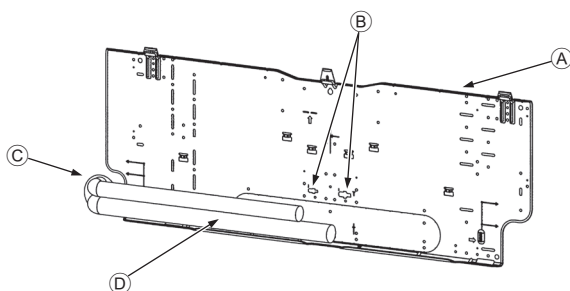

Fig. 3-5
- Ⓓ Vis de fixation (4 x 25) ②
- Ⓕ Plaque d'installation ①
3.3. Lors de l'insertion des tuyaux dans le mur (Fig. 3-5)
- Ⓐ Plaque d'installation ①